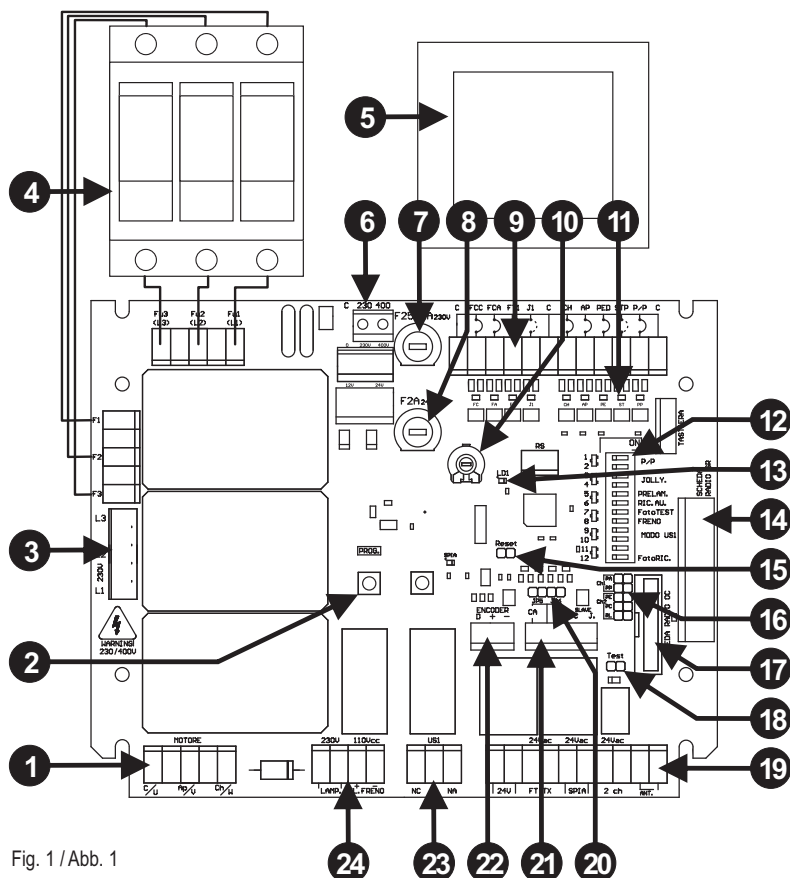

Fig. 1 / Abb. 1
Le varie opzioni descritte sono selezionabili con il dip-switch funzioni (part. 11 di fig.1).
- 2) Fare un reset togliendo e ridando alimentazione alla centrale oppure cortocircuitando per un attimo i pin di RESET (part. 15 di fig. 1). Il Tasto PROG./STOP deve essere ancora premuto.
- Quand le photo test est actif et le coffret est en stand-by, les émetteurs des photocellules ne sont pas alimentés et la sortie FT1 est ouverte (la led est éteinte). Dans cette condition il est possible de vérifier également le fonctionnement des photocellules en court-circuitant le jumper Test (part.18 fig.1).
UTILISATION RÉCEPTEUR OC2 (pos. 17 - fig. 1)